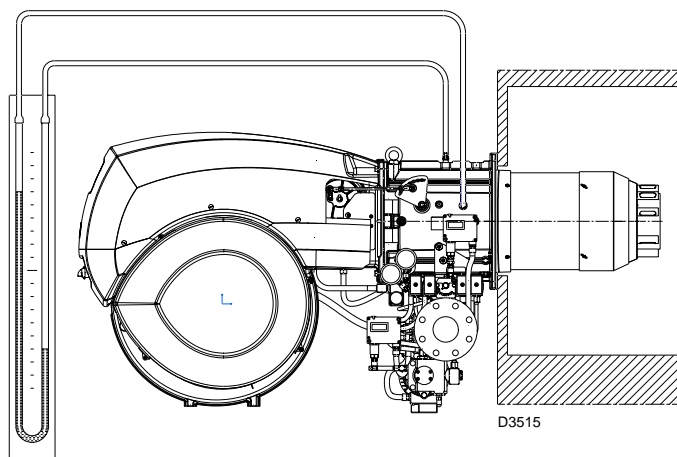

图 30
- 安装一个 U 型压力计或一个差压压力计（图 30），(+) 端接燃烧头的燃气压力测试点，(-) 端接炉膛。
燃气是否到的燃烧头可通过 U 型压力表（图 30）查看。